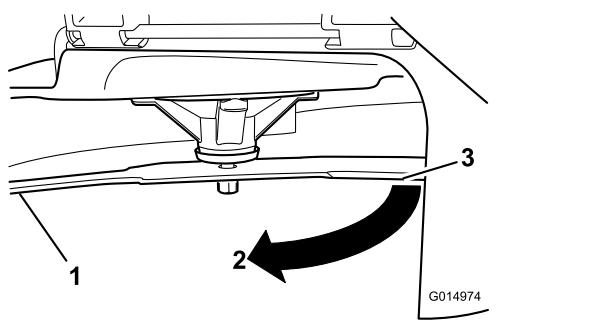

Figura 62
3. Distancia medida entre la cuchilla y la superficie (A)
4. Gire la misma cuchilla 180grados de manera que el otro extremo esté en la misma posición (Figura 62).